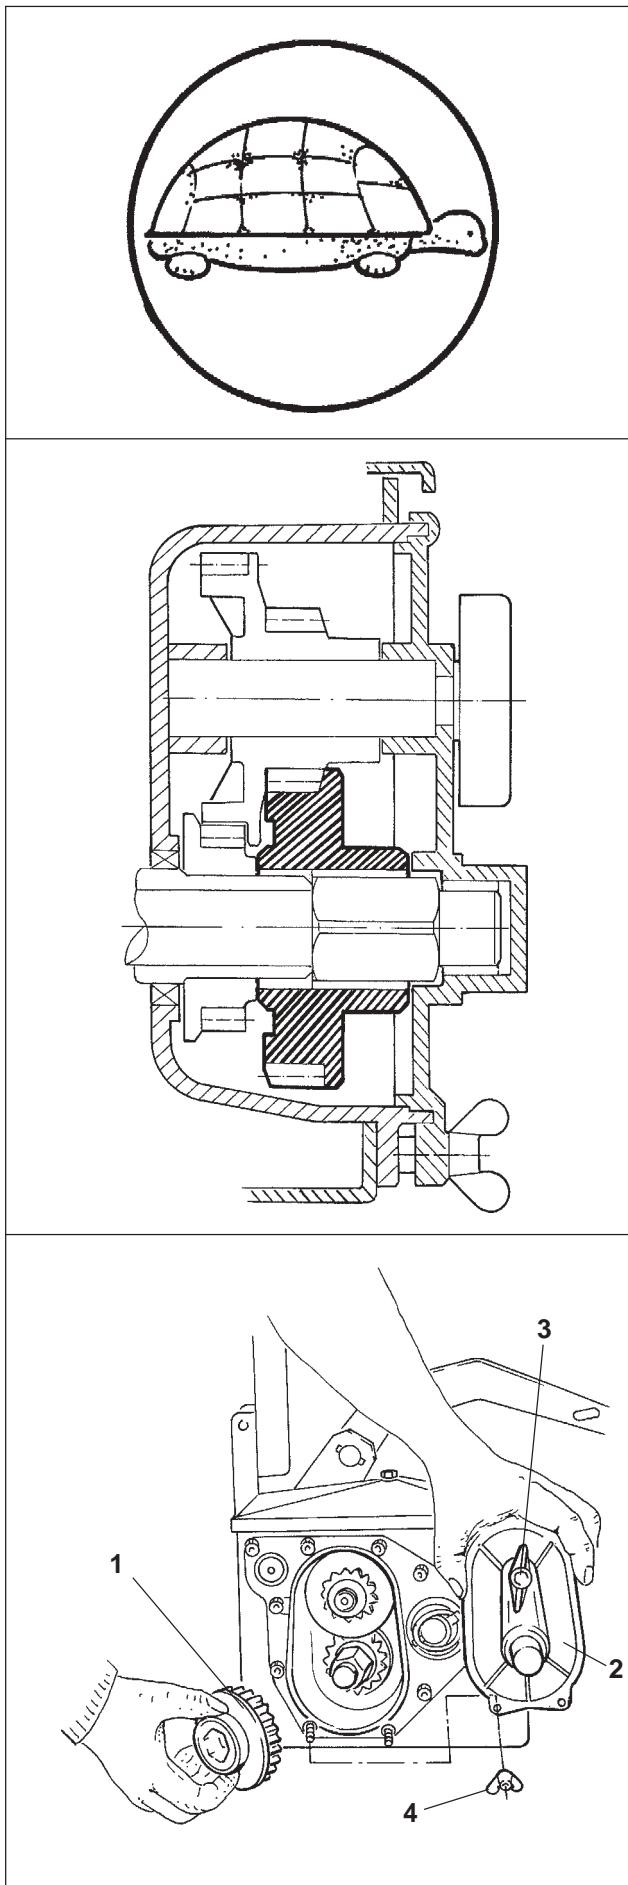

Рис. 7.11
- **медленная скорость** (см. Рис. 7.11 )
- Открыть крышку (Рис. 7.11/2), открутив барашковый винт (Рис. 7.11/3), и снять барашковые гайки (Рис. 7.11/4),
- на "медленной скорости" шестерня зубчатой передачи (Рис. 7.11/1) сцеплена с второй шестерней,
- Закройте крышку (Рис. 7.11/2).